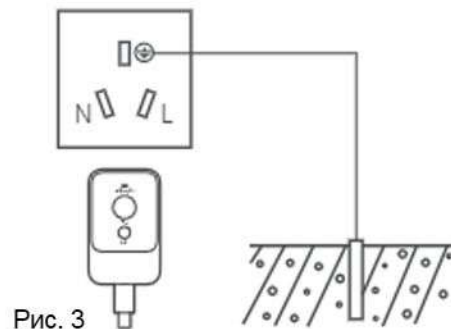

Рис. 3
1. Электропитание водонагревателя должно быть надежно заземлено (см. Рис. 3). Он должен быть подключен к отдельной, не управляемой выключателем, стационарной розетке с качественным заземлением. Необходимо использовать сеть 220 В ~ с силой тока не менее 16 А.